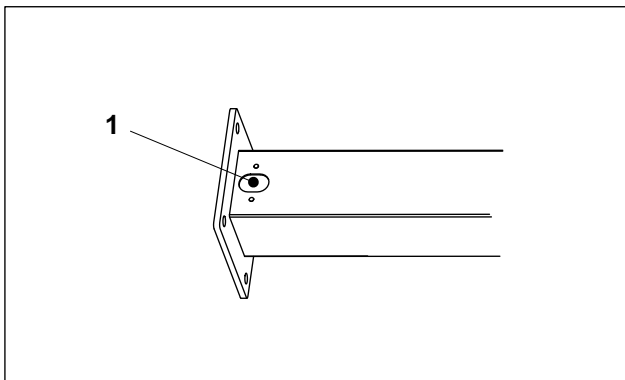

Fig. 5 Entrada de cables de la columna
5. Fijar una boquilla de paso (juego de piezas sueltas) en el orificio de cables (fig. 5/1).
Si se requiere un circuito de protección equipotencial para la columna, debe tenderse un cable de equipotencialidad separado hasta la columna. Lo mismo si se han tendido cables adicionales hasta un dispositivo opcional externo de bloqueo o habilitación. Estos cables también deben introducirse a través de la entrada de cables (fig. 5/1).